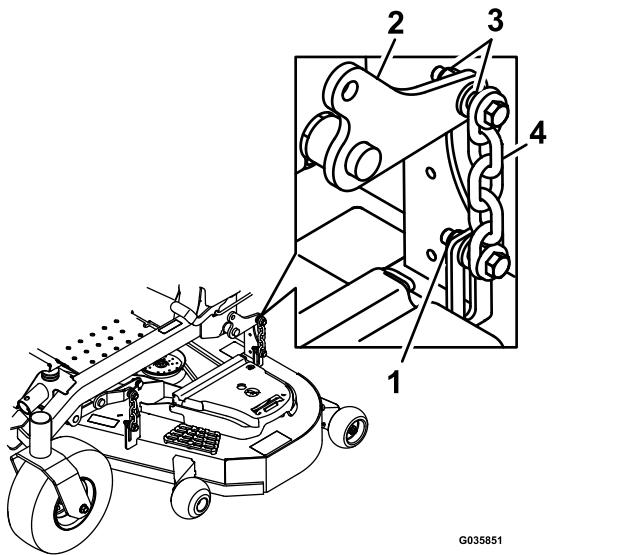

Figure 102
16. Desserrez les contre-écrous (Figure 102) aux quatre coins de sorte que le tablier repose solidement sur les 4 cales.